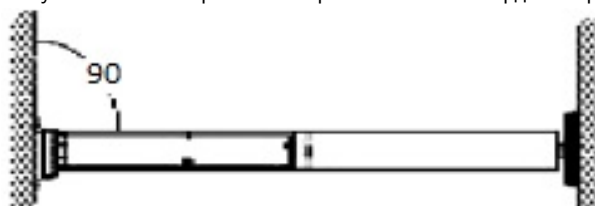

Рис. 6
РУЧНОЕ УПРАВЛЕНИЕ (Рис.6)
- Привод RollNap (с ручным управлением) должен устанавливаться строго горизонтально, перпендикулярно крепежной пластине (Рис.6).